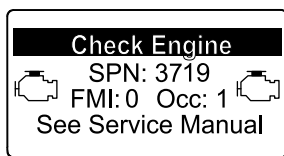

Figura 74
- Advertencia del motor SPN 3719, FMI 0 (Figura 74)